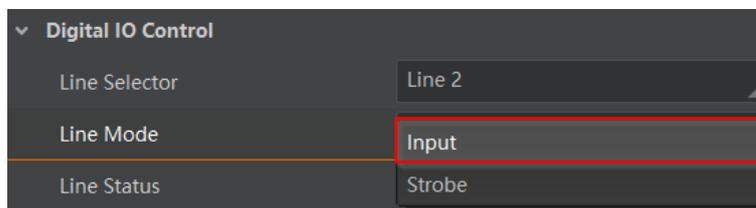

图3-9 Line 2 设置为输入信号
2. *Line Mode* 下拉选择 *Input*，如图 3-9 所示。